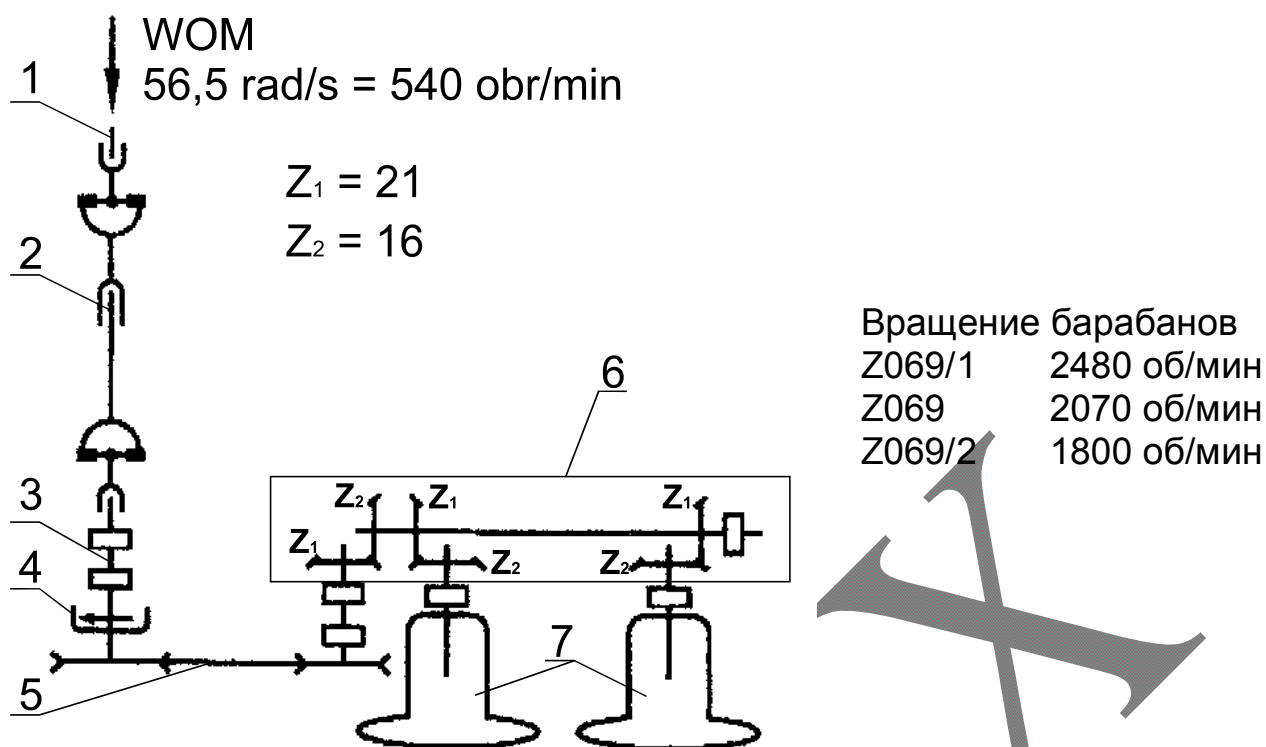

Рис. 7. Кинематическая схема приводного узла косилки
Приводной узел косилки представлен на Рис. 7. Косилка приводится в действие от вала отбора мощности трактора (1) через телескопический вал (2). Между промежуточным валом передачи привода (3) и ремённой передачей (5) вмонтирована нереверсивная муфта (4), которая обеспечивает свободное вращение барабанов после остановки трактора и тем самым защищает приводные элементы от повреждения. Привод с ремённой передачи передаётся на вал коробки передач с тремя парами конических зубчатых колёс. Из коробки передач привод передаётся на два барабаны с ножами (7).